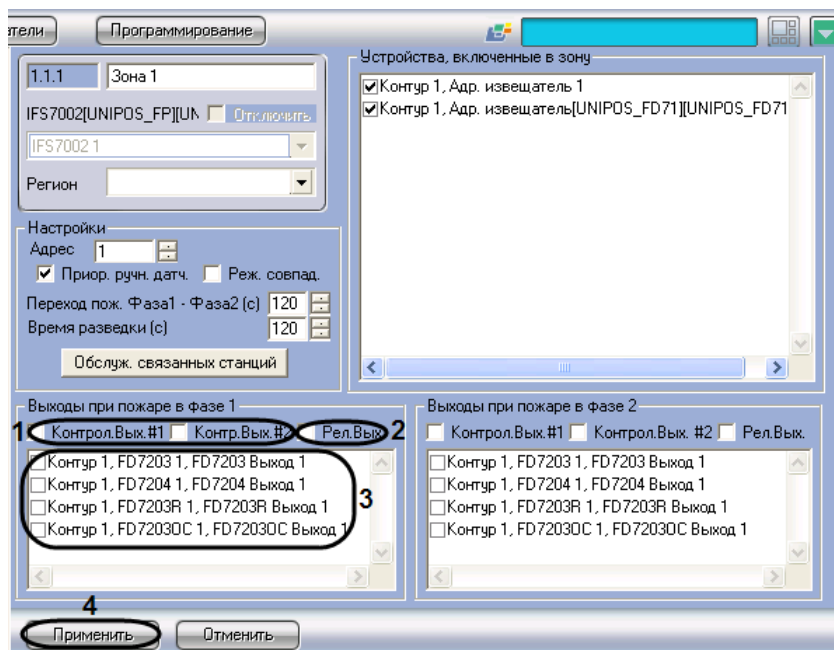

Рис. 3.7-6 Настройка выходов, задействованных при пожаре первой степени
1. Перейти на панель настройки объекта **Зона** (Рис. 3.7-6).
2. В случае, если при пожаре первой степени требуется задействовать исполнительные устройства, подключенные к контрольным выходам станции *IFS7002*, установить флажки напротив требуемых контрольных выходов (см. Рис. 3.7-6, 1).
3. В случае, если при пожаре первой степени требуется задействовать исполнительные устройства, подключенные к релейному выходу станции *IFS7002*, установить флажок **Рел.Вых** (см. Рис. 3.7-6, 2).
4. В случае, если при пожаре первой степени требуется задействовать исполнительные устройства, подключенные к выходам адресных модулей, установить флажки напротив требуемых выходов (см. Рис. 3.7-6, 3).
5. Для сохранения настроек во внутренней базе данных Сервера *Интеллект* нажать кнопку **Применить** (см. Рис. 3.7-6, 4).